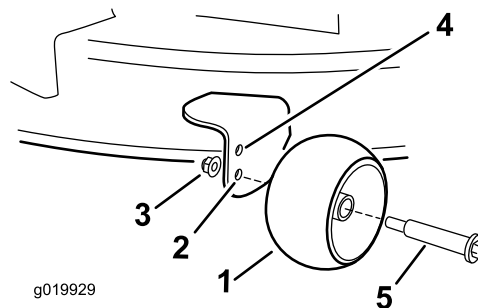

Figure 25
- Trou supérieur – utilisez cette position pour les hauteurs de coupe du tablier jusqu'à 63 mm (2½ po) (Figure 25).
- Trou inférieur – utilisez cette position pour les hauteurs de coupe du tablier à partir de 76 mm (3 po) (Figure 25).